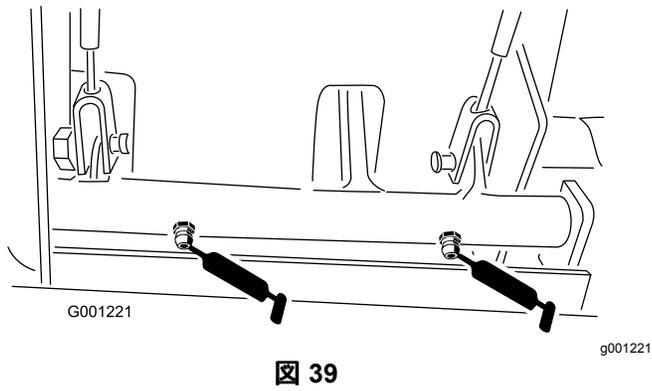

図 39
- ブレーキのピボットブッシュ 図 39
- ブレーキケーブルホイール側とペダル側の端部 (図 39)